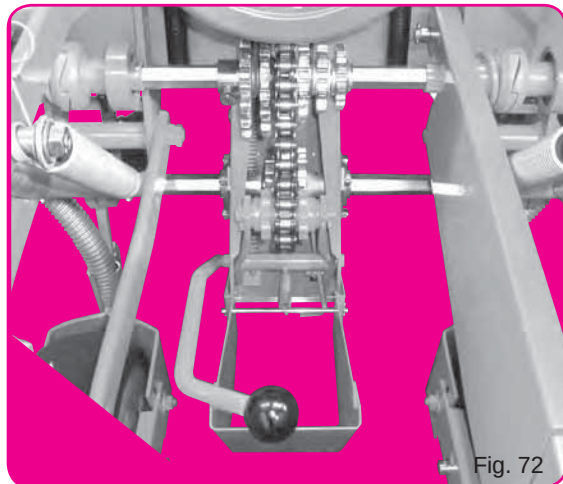

Fig. 72
- Montage pour semoir de 35-40 cm d'inter-rangs (fig.72) en supprimant les 2 paliers (4).
- Assembly for planters with 35-40 cm (14-15") inter-row spacing (fig. 72) : remove the bearings. (4)
- Сборка для сеялок с расстоянием между рядами 35-40 см (рис.72) : снимите 2 несущих пластины (4).